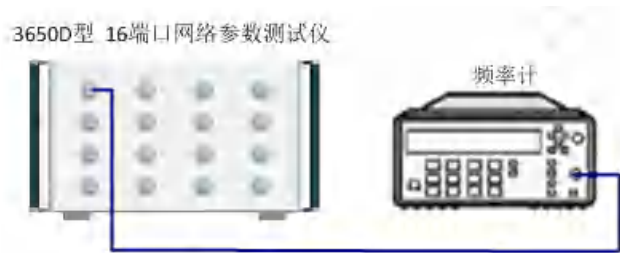

图 9.1 频率准确度测试框图
- (1) 如图 9.1 所示连接系统，预热 60 分钟以上；
- (2) 点击【复位】设置 3650D 型 3650 系列多端口矢量网络分析仪初始状态；
- (3) 点击【频率】→【点频开】，并键入频率 5GHz；点击【激励】→【触发】→【保持】，在性能测试记录表中记录频率计的读数，测试结果应满足 9.1 节相关技术指标要求。